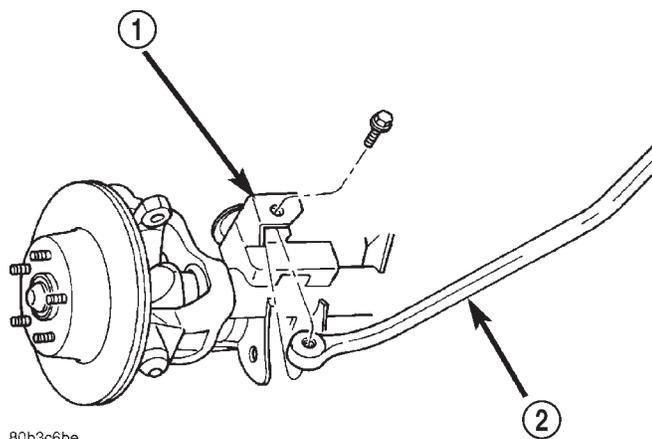

Abb. 13 Halterung des Panhardstabs an der Achse
(3) Schraube aus der Halterung am Achsrohr herausdrehen (Abb. 13). Panhardstab ausbauen.